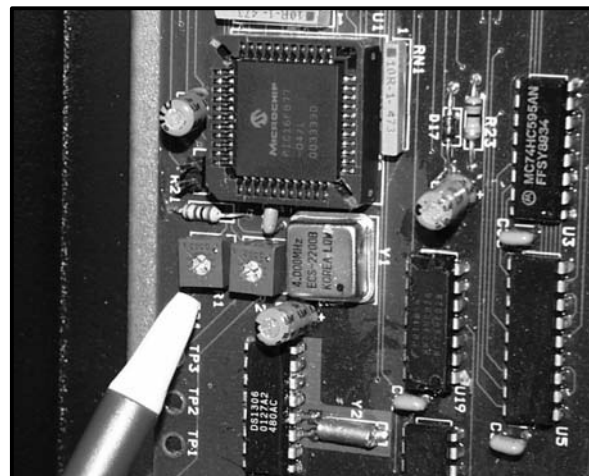

Figure 12
3. Amenez le potentiomètre sur le réglage nécessaire. Voir la Figure 12.